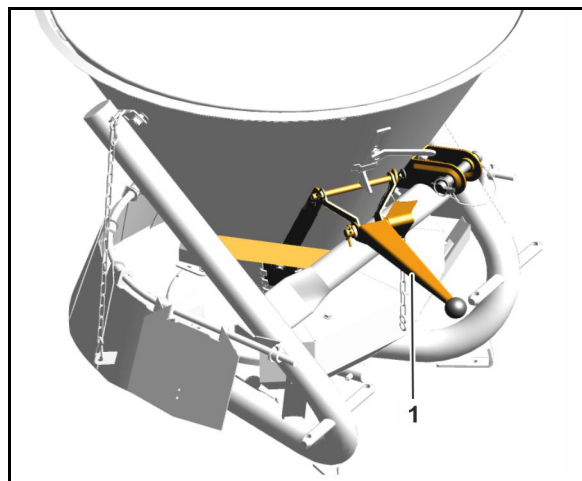

Fig. 10
- Drei håndspaken (Fig. 10/1) helt opp for å **lukke** utløpsåpningen.
- Drei håndspaken (Fig. 10/1) helt ned til spredemengdeinnstillingens stopp for å **åpne** utløpsåpningen.